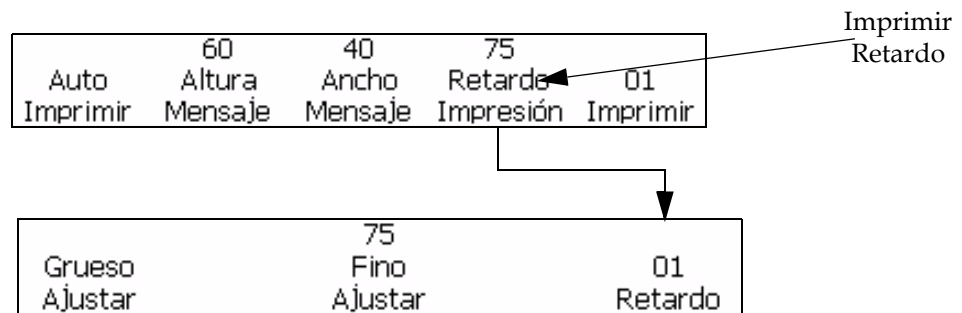

Figura 4-29: Marco <01 Retardo>
- 1 Desplácese hasta el marco <01 Imprimir> (01 Edición > 02 Edición > 03 Edición > 04 Edición - Imprimir Ajuste > 01 Imprimir). Consulte la Figura 4-29 en la página 4-31.